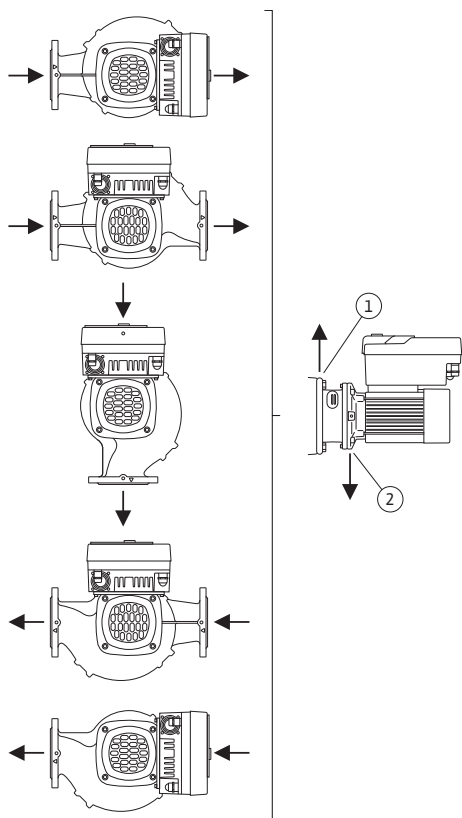

Fig. 21: Tillåtna monteringslägen med horisontell axel
- På horisontella motoraxlar måste kondensathålen peka nedåt (Fig. 21, pos. 2). Vid behov måste motorn vridas.